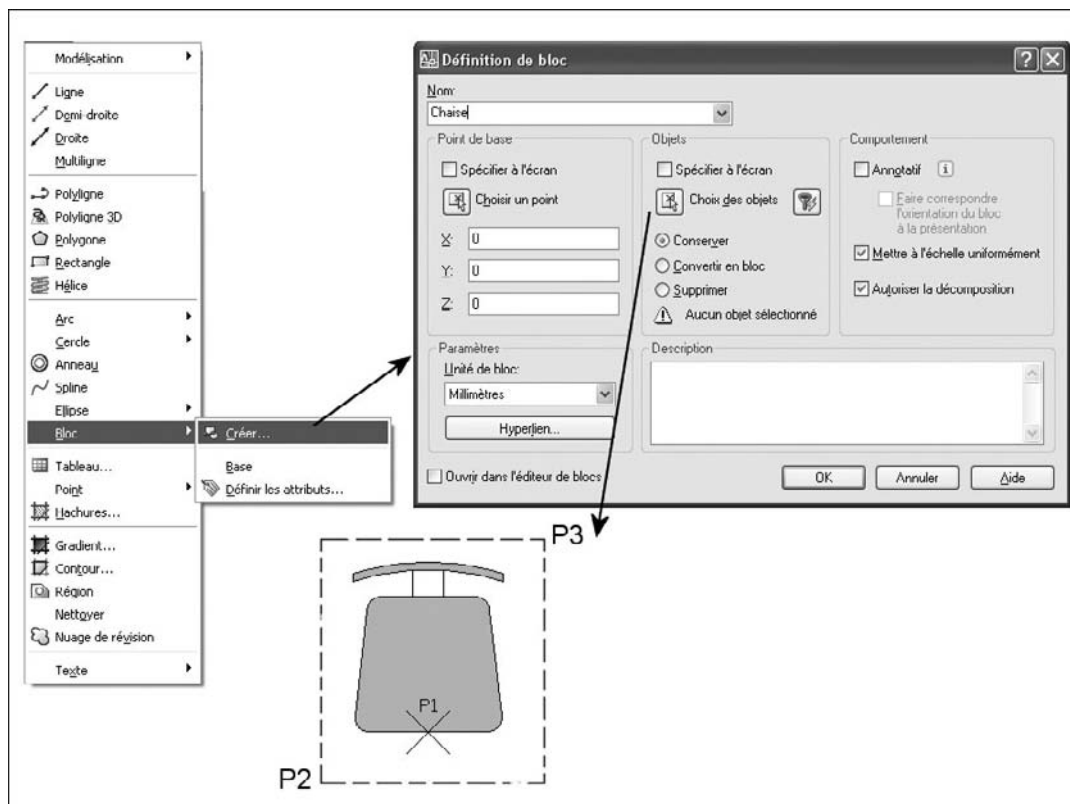

Fig.7.11
- 1 Dessiner le bloc, par exemple une chaise (fig.7.11).